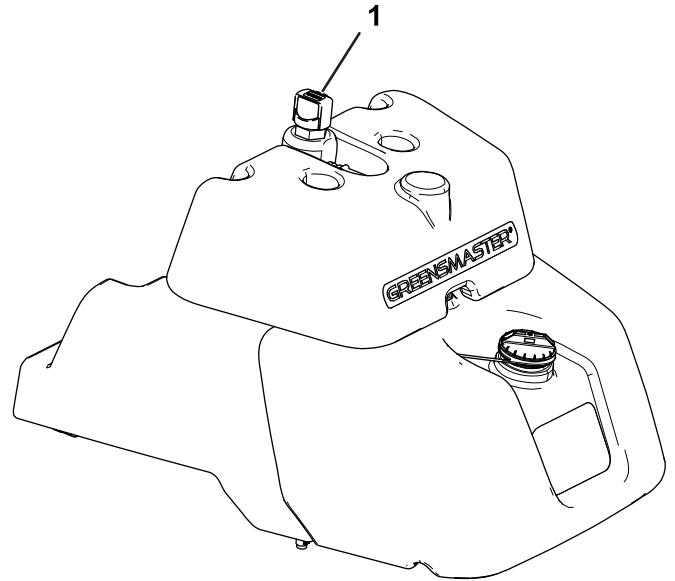

Figura 42
2. Localize a vareta de nível na parte superior do tanque hidráulico principal (Figura 42) e prossiga para a etapa 3.